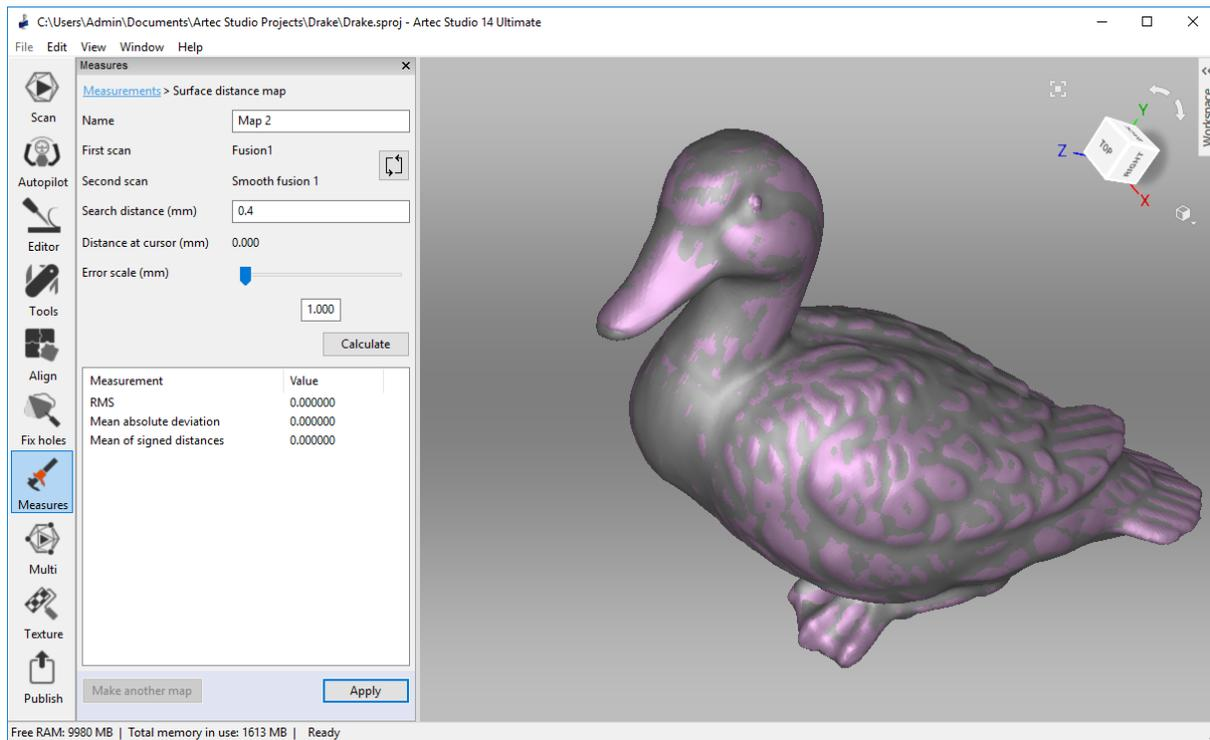

Abbildung 116: Parameter für die Berechnung der Flächen-Abstands-Karte spezifizieren.
3. Falls erforderlich, den Namen für die Abstands-Karte im Feld *Name* des Bedienfeldes *Messen* spezifizieren (siehe Abb. 116). Standardmäßig benennt das Programm neue Abstandskarten mit `Map 1`, `Map 2` usw..